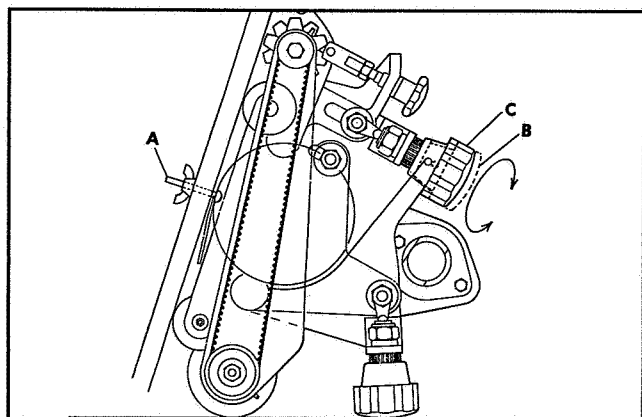

Fig.52
2. To set the height of cut use the height of cut setting bar. Adjust the screw in setting bar so the distance between the bar and the underside of the screw head is the desired height of cut and lock with the wing nut. (A Fig.52)
3. a) To adjust the height of cut pull adjusting knob (position B Fig.52) and turn alternately left and right hand knobs a little in the desired direction (clockwise to increase the height of cut, anticlockwise decreases the height of cut).
c) Release the knob to engage the serrated locking ring. (position C Fig.52) It may be necessary to turn the knob slightly to allow it to engage. **NO OTHER CLAMPING IS NECESSARY**
2. Zum Einstellen der Schnitthöhe die Schnitthöhen-Einstellschiene benutzen. Die Schraube in der Einstellschiene so justieren, daß der Abstand zwischen Schiene und Unterseite des Schraubenkopfes der gewünschten Schnitthöhe entspricht. Danach mit der Flügelmutter sichern (A Fig.52).
- 3.a) Zum Einstellen der Schnitthöhe den Einstellknopf (Pos.B Fig.52) herausziehen und den linken und rechten Knopf abwechselnd um einen geringen Betrag in die gewünschte Richtung drehen (zum Erhöhen der Schnitthöhe im Uhrzeigersinn, zum Verringern der Schnitthöhe im Gegenuhrzeigersinn).
- c) Den Knopf loslassen, um den Arretierzahnring einzurücken (Pos.C Fig.52). Zum Einrücken kann ein leichtes Drehen des Knopfes erforderlich sein. ES IST KEIN WEITERES FESTSPANNEN ERFORDERLICH.
2. Pour régler la hauteur de coupe, utiliser la règle. Régler la vis de la règle pour que la distance entre la règle et le dessous de la tête de la vis corresponde à la hauteur de coupe recherchée. Immobiliser l'ensemble à l'aide de l'écrou papillon (A, Fig.52).
- 3.a) Pour régler la hauteur de coupe, tirer sur la molette de réglage (B, Fig.52) puis tourner en alternance les molettes gauche et droite sur un arc très réduit, dans le sens souhaité (dans le sens des aiguilles de montre pour augmenter la hauteur de coupe et dans l'autre sens pour la diminuer).
- c) Relâcher la molette pour que la bague crantée se verrouille (C, Fig.52). Pour cela, il faut parfois légèrement tourner la molette. AUCUNE AUTRE OPERATION DE SERRAGE N'EST NECESSAIRE.